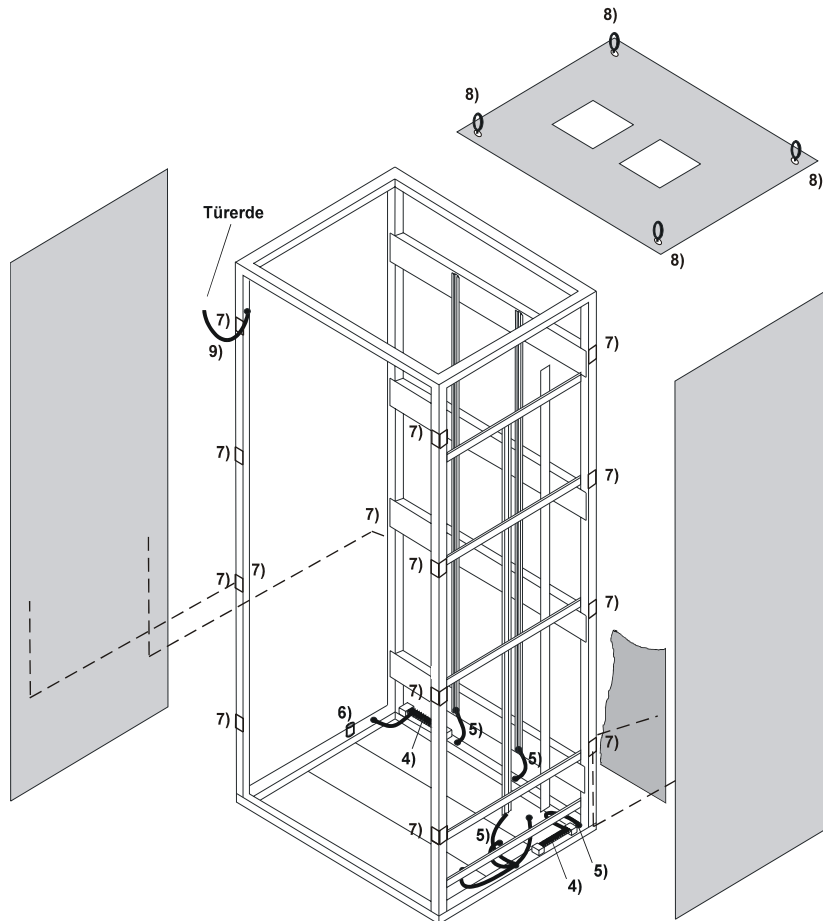

Abbildung 8: Erdungsverbindungen im Schaltschrank
Das Dachblech ist über die vier Trageösen (8) (siehe Abbildung 8) mit dem Schrankgerüst verschraubt. Seitenwände und Rückwand sind über Erdungskrallen (7), das Bodenblech über Schrauben mit dem Schrankgerüst leitend verbunden.
### Krallenklemmen (Position 7 in Abbildung 8)
### Zentraler Erdungspunkt (Position 6 in Abbildung 8)
### Trageösen (Position 8 in Abbildung 8)